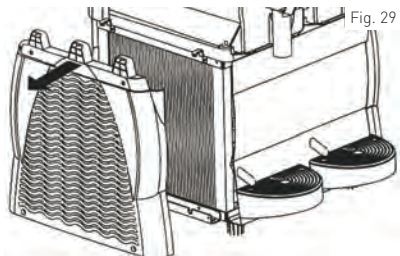

Fig. 29
- 3) Nadat u de schroeven heeft verwijderd, kunt u de beschermkap verwijderen. (Zie Fig. 29)